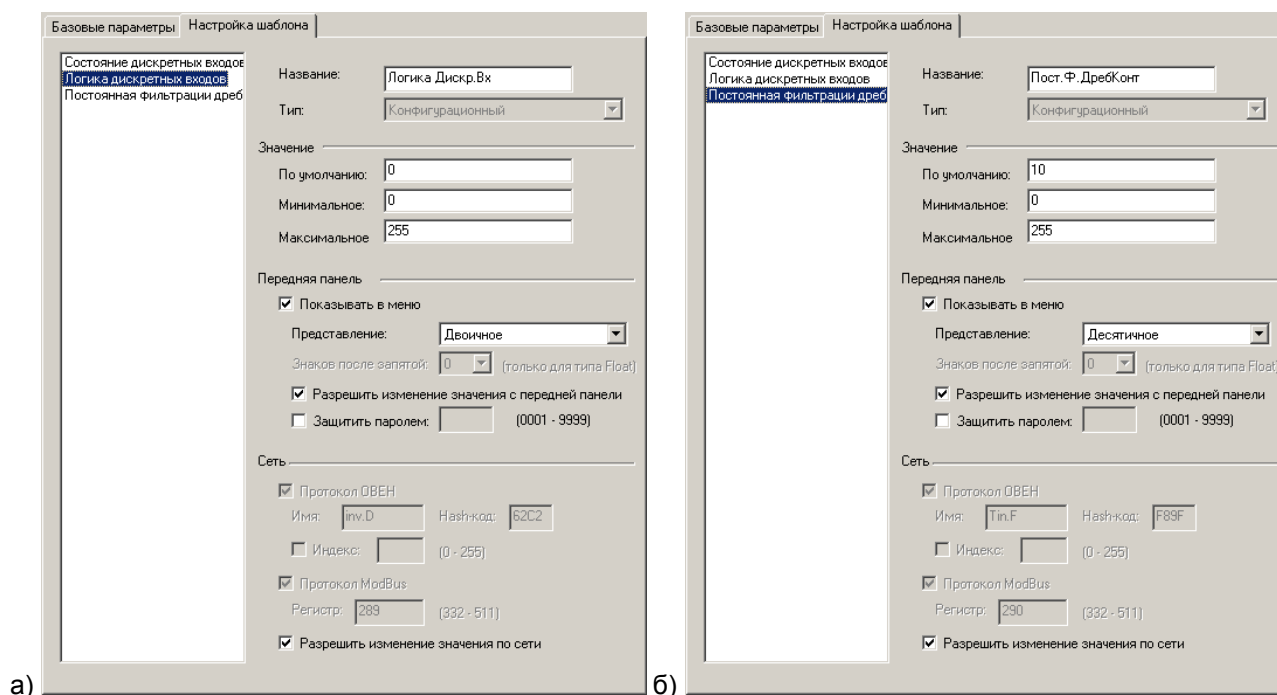

Рисунок 7.13 – Настройка параметров «Логика дискретных входов» (а) и «Постоянная фильтрации дребезга контактов» (б)
- «Логика дискретных входов» («Логика Дискр. Вх.») – диапазон значений от 0 до 255, значение по умолчанию 0. Параметр задает логику инвертирования дискретных сигналов. По умолчанию в параметре задано значение «0», соответствующее в битовом формате «00000000» (см. рисунок 7.13, а). Для изменения логики необходимо выставить «1» в разряде, соответствующему номеру дискретного входа, где замыкание сухого контакта должно восприни-
- «Постоянная фильтрации дребезга» – задает период опроса состояния одного дискретного входа, задается в единицах миллисекунд (1 ед. = 1 мс); диапазон значений от 0 до 255, значение по умолчанию 10 (см. рисунок 7.13, б).